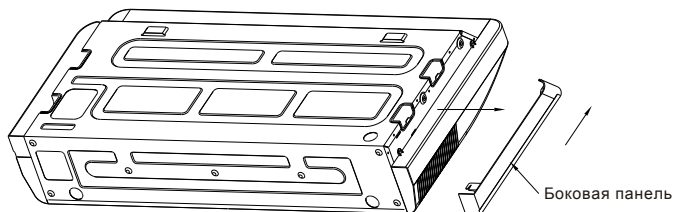

Fig14
- Выньте боковую панель (согласно Рис. 14).